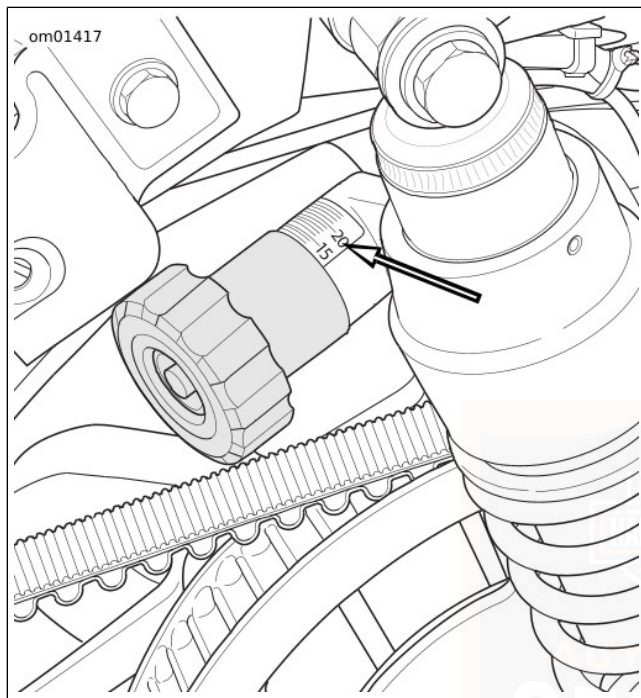

Figure 26. Bouton de réglage de la précharge
2. Voir Figure 26. Faire tourner le bouton jusqu'à ce que la charge souhaitée soit réglée. Le bouton émet un déclic à chaque demi-rotation. Se référer au Tableau 19.